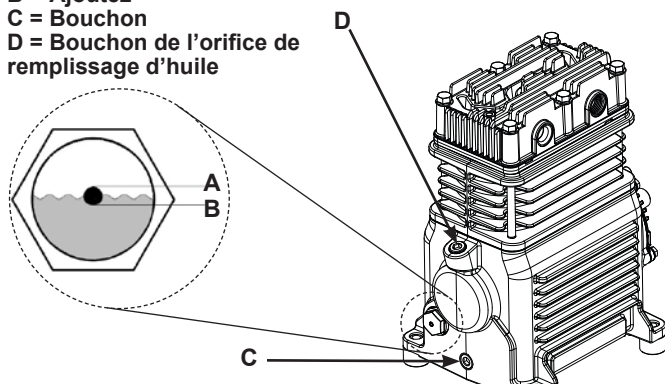

Fig. 6
2. Vérifier le niveau d'huile de la pompe (Voir **Fig. 6, Page 22** « Vérifier l'huile » de la section Maintenance).
1. Vérifier le niveau d'huile de la pompe (Voir **Fig. 6, Page 22** « Vérifier l'huile » de la section Maintenance).
Vérifiez le viseur pour vous assurer que le niveau d'huile de la pompe est conforme au niveau requis (Voir **Fig. 6**). Le niveau d'huile dans la pompe doit être situé entre les marques **A** et **B**. Ne remplissez pas de manière excessive ni insuffisante.
Déposez le bouchon (Voir **Fig. 6 C**) de l'orifice de vidange d'huile et vidangez l'huile jusqu'à ce que l'écoulement ralentisse et que l'huile ne fasse que s'égoutter. Dévisser le bouchon de remplissage de l'huile (**D**) et ajouter de l'huile à compresseur (reportez-vous au manuel de pièces) jusqu'à ce que le niveau se situe entre plein (full) (**A**) et ajouter (add) (**B**). Replacer le bouchon de remplissage de l'huile. Ne remplissez jamais au-dessus du niveau ou underfill la pompe.